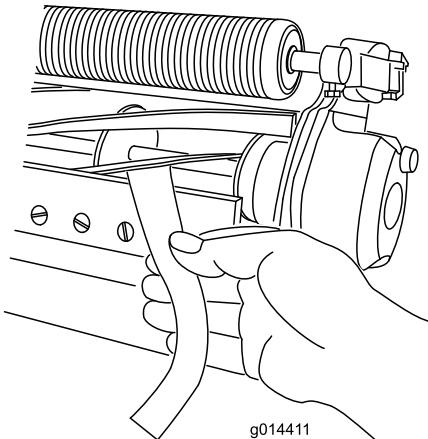

Bild 10
11. Testen Sie die Schnittleistung, indem Sie einen langen Streifen des Schnittleistungspapiers senkrecht zur Spindel und dem Untermesser zwischen die Spindel und das Untermesser legen (Bild 10). Drehen Sie die Spindel langsam vorwärts, um das Papier zu schneiden.